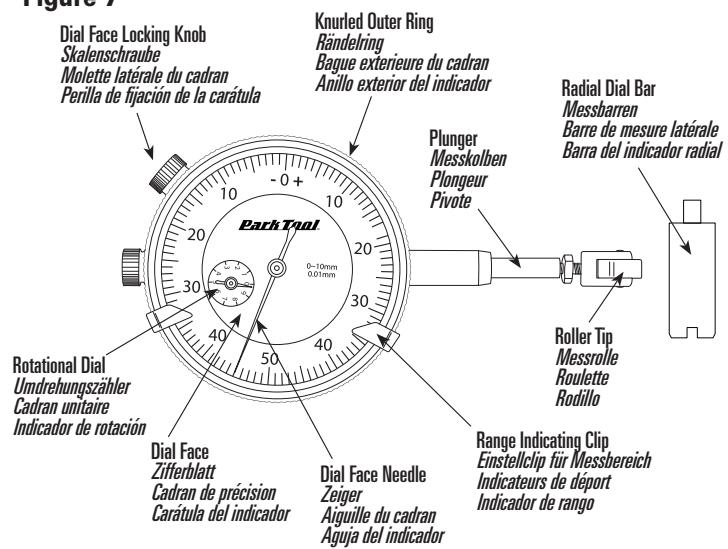

Figure 8
2. Dévisser la molette de serrage (Réf. 19) et coulisser le support de cadran (Réf. 6) sur la tige de fixation (Réf. 1) jusqu'à ce que la roulette (Réf. 15) soit en contact avec la jante. Continuer à faire coulisser le support sur la tige en faisant descendre le plongeur de 5mm-10mm. Serrer la molette pour bloquer la position en suivant les indications de la Figure 8. A noter : la roulette doit être alignée selon le diamètre de la jante. Si ce n'est pas le cas, se reporter aux instructions « d'ajustement de la roulette de mesure latérale et de la barre de mesure radiale » ci-dessous.
2. Desserrer la vis de serrage (Réf.8) et faire glisser le support (Réf.7) du cadran de mesure de saut jusqu'à ce que la barre de mesure (Réf.3) soit alignée au dessus d'une des parois de la jante, comme indiqué sur la figure 8. NOTE : La barre de mesure radiale doit être perpendiculaire aux parois de la jante. Si ce n'est pas le cas, se reporter aux instructions « d'ajustement de la roulette de mesure latérale et de la barre de mesure radiale » ci-dessous.